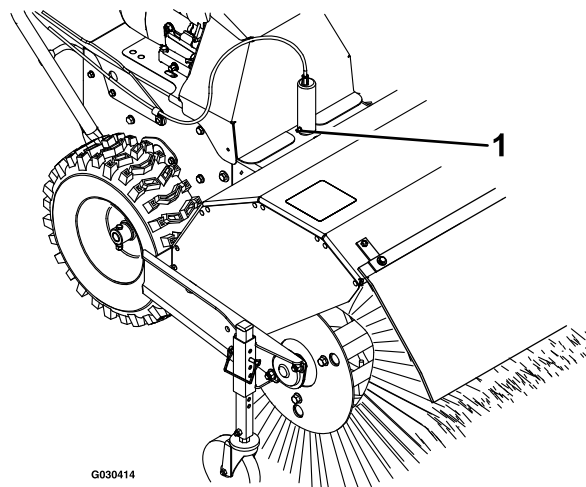

Рисунок 20
1. Заправьте масленку стопорного штифта фиксации угла наклона щетки консистентной смазкой № 2 на литиевой основе (Рисунок 20).